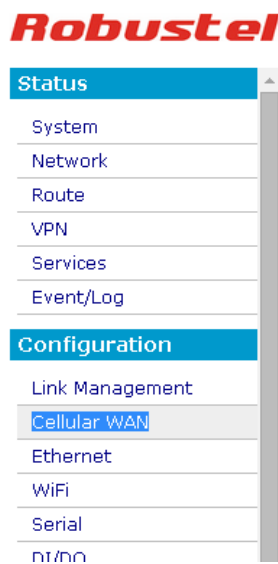

Рисунок 1
- в левой колонке выбрать пункт меню **Cellular WAN** (рисунок 1);